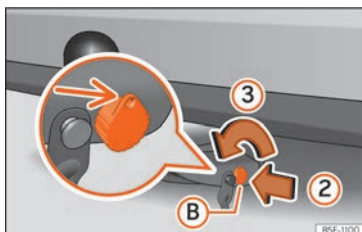

Fig. 272 Desbloquear cerradura
- Introduzca la llave (B) en la cerradura en sentido de la flecha ② » fig. 272.
- Gire la llave en el sentido de la flecha ③ de la manera, que la parte agujereada de la llave se muestra hacia arriba.